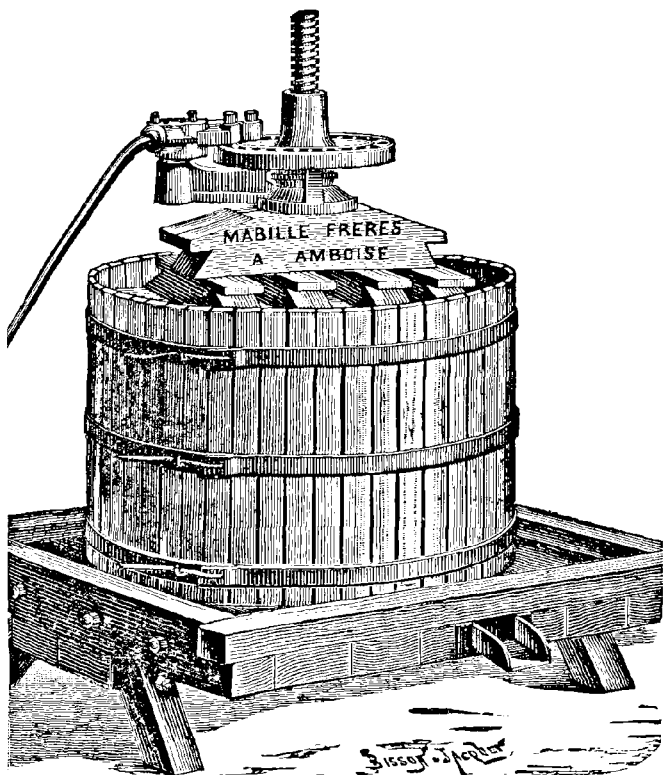

Fig. 177. Pressoir Mabille.
**Soutirage.** — Quand la fermentation a à peu près cessé, on soutire le liquide qui est encore un peu doux, et on le met dans des tonneaux où s'achèvera la transformation du sucre en alcool. Le vin résultant est dit de *première goutte*. Les rafles restantes retiennent un peu de jus et constituent le *marc* qui, pressé (fig. 177) et fermenté, donnera un *vin de deuxième qualité* ou *deuxième cuvée*.